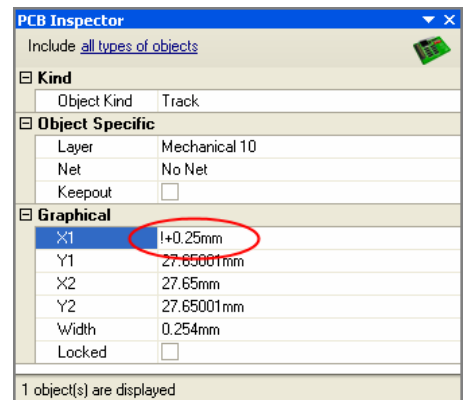

Figure 16. Using the PCB Inspector panel to precisely move objects.
5. ラインをクリックすることで **PCB Inspector** パネルに表示されます。 **Graphical** 欄で X1, Y1, X2, Y2 座標のエンドポイントが表示されます。(Figure 16)